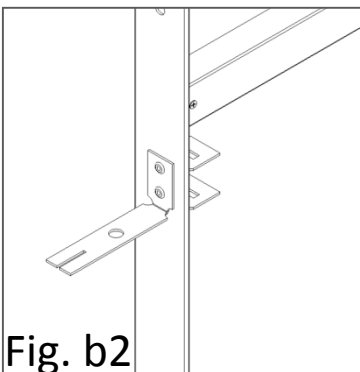

Fig. b2
- Alzare le zanche dal falsotelaio, ruotarle e aprire le linguette alle loro estremità fig. b2.
- Lift the stirrups from the subframe and spread the tongues at their ends as figure b2.